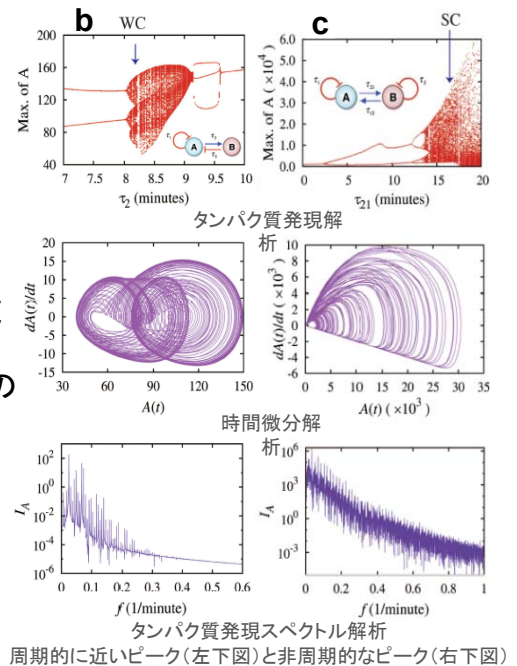

図3 弱カオスの挙動(左)と強カオスの挙動(右)
- 遺伝子ペアaの遺伝子Aに自己転写抑制ループを追加(b, 図3: 左)
- 遺伝子ペアaの二つの遺伝子に自己転写抑制ループを追加(c, 図3: 右)